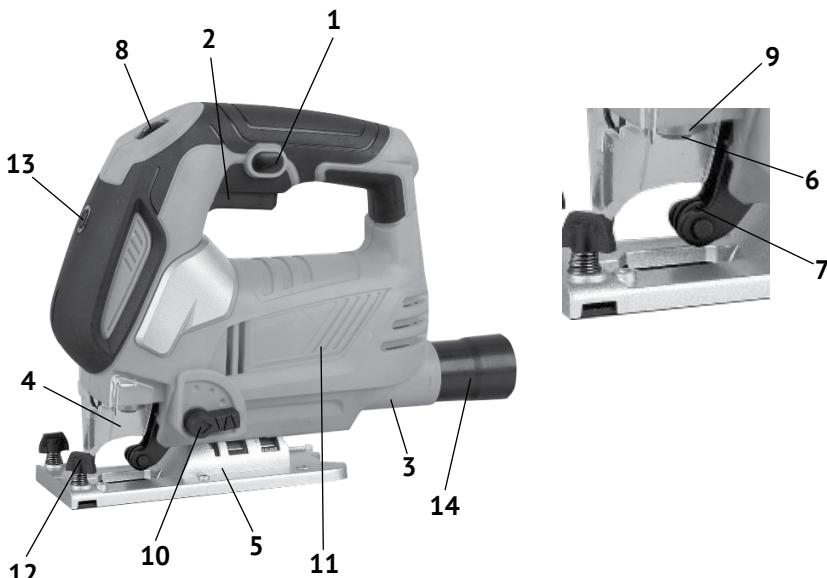

рис.1
1.6 Общий вид лобзика представлен на рис.1
1.7 Коллекторный двигатель и приводной механизм лобзика расположены в пластиковом корпусе (рис.1 поз.11). Корпус, состоящий из двух половин (правой и левой), выполнен заодно с рукояткой, расположенной сверху. Крутящий момент с якоря электродвигателя, посредством встроенного эксцентрикового механизма преобразуется в возвратно-поступательное движение верхней направляющей штока. На нижней направляющей штока расположен полкодержатель (рис.1 поз.6), в который крепится пилка. Лобзик имеет Т – образное крепление пилок (первая буква в маркировке пилок). Первая цифра в маркировке – длина пилки (T1 – короткая, T2 – средняя, T3 – длинная). Цвет хвостовика, а также и всей пилки, указывает на материал обработки (серый – для дерева, синий – для металла, красный – для полимеров, чёрный – для других материалов).
Переключатель маятникового хода (рис.1 поз.10) имеет 4-е фиксированных
В нижней части опорной плиты (рис.1 поз.5) находятся два винта (головка - внутренний шестигранник). Ослабляя эти винты, устанавливаем боковой наклон корпуса лобзика относительно подошвы (до 45° вправо или влево).
1.8 Клавиша выключателя (рис.1 поз.2) расположена в нижней части рукоятки. Включение лобзика осуществляется нажатием на клавишу выключателя указательным пальцем. Фиксация клавиши в рабочем положении, осуществляется кнопкой (рис.1 поз.1), расположенной слева на рукоятке. При повторном нажатии на клавишу, кнопка фиксации и клавиша (со щелчком) возвращается в исходное положение - выключено.
Диск регулятора скорости (рис.1 поз.8) расположен сверху, в передней части рукоятки. С его помощью устанавливается необходимая скорость хода пильного полотна.
1.9 В комплект поставки входит параллельный упор с метрической разметкой. Упор крепится в пазах регулируемой подошвы двумя винтами (рис.1 поз.12) перед пилкой. Выставив упор (справа или слева от лобзика), на отмеченном по шкале расстоянии, можно проводить рез, параллельно краю заготовки.
- поднять вверх пластиковый защитный кожух (рис.1 поз.4);
- повернув вокруг своей оси втулку (рис.1 поз.9), расфиксировать пилкодер-
жатель (рис.1 поз.6);
- вставить снизу пилку (зубцами вперёд) в полкодержатель (рис.1 поз.6) так, чтобы задняя часть полотна попала в паз направляющего ролика (рис.1 поз.7);
- для удаления пыли из зоны резания используйте пылесос, присоединив его к патрубку пылеотвода (рис.1 поз.3), установив переходник подключения пылесоса (рис.1 поз.14) из комплекта поставки. При наличии в пылесосе розетки для подключения электроинструмента, пылесос включается и отключается автоматически, при включении/отключении лобзика;
При выборе скорости движения пильного полотна необходимо оценить материал заготовки. Чем твёрже распиливаемый материал, тем ниже скорость, устанавливаемая регулятором (рис.1 поз.8).